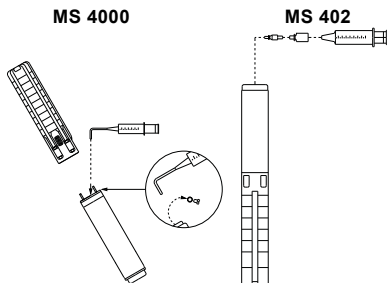

Fig. 3 Position de la pompe pendant le remplissage, MS 4000 et MS 402
1. Positionner la pompe submersible comme indiqué à la fig. 3.
3. Injecter le liquide dans le moteur avec la seringue de remplissage, comme indiqué à la fig. 3, jusqu'à ce que le liquide déborde de l'orifice de remplissage ;